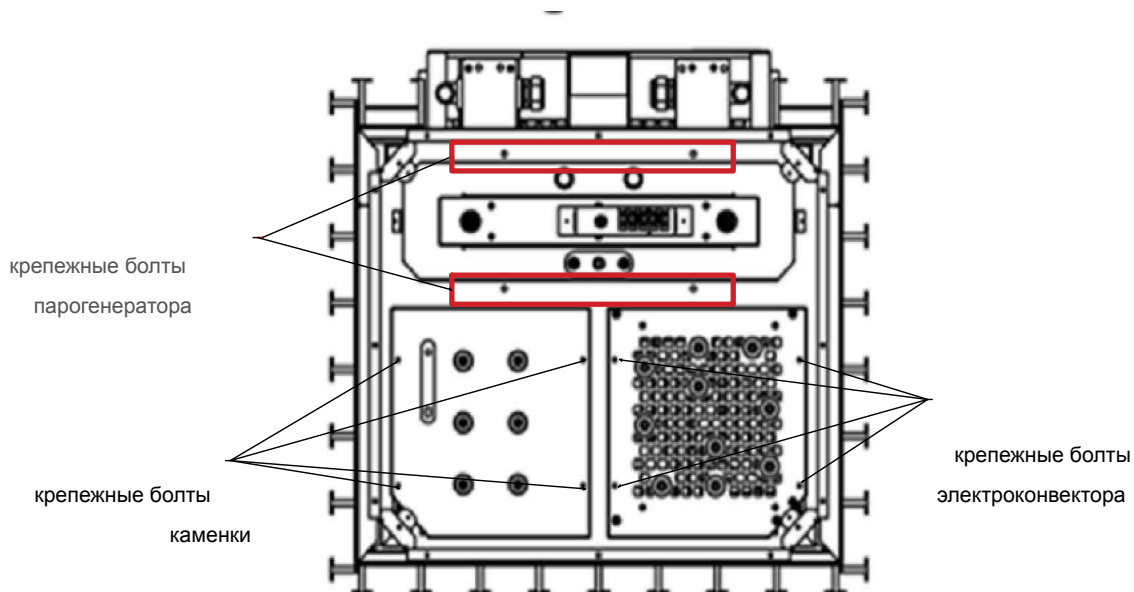

Рис.11 Схема расположения крепёжных болтов
- Открутите крепёжные болты площадки ТЭН-ов с неисправным ТЭН-ом (см. рис.11 п 1.4.1 настоящего Руководства), извлеките площадку с ТЭН-ами из ЭН